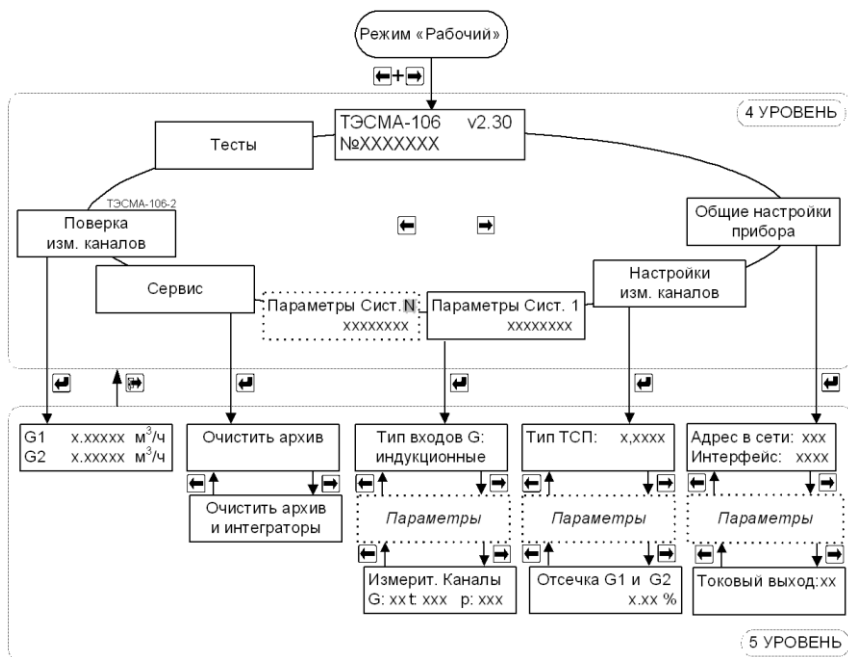

Рис. 7.3 Режим «Настройки» для ТЭСМА-106. Пункт меню «Поверка изм. каналов» доступен только для модификации ТЭСМА-106-2
7.4.1 Для входа в режим работы теплосчетчика «Настройки» необходимо, находясь в любом меню режима «Рабочий», **одновременно нажать кнопки «влево» и «вправо»**. Порядок перехода между окнами в режиме «Настройки» изображён на рис. 7.3.